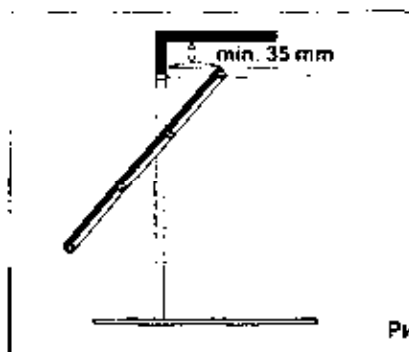
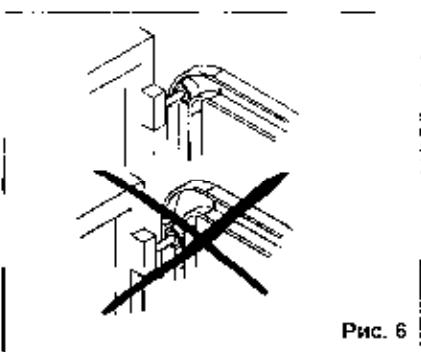

Рис. 4
Рис. 6
Конструкция двери должна быть пригодна для размещения привода. Проверьте, что створка соответствует размерам, указанным в технической документации. Проверьте, что в движущихся деталях двери отсутствует излишнее трение, при необходимости смажьте их или удалите лишнюю смазку. Не используйте жир для смазки. Демонтируйте механические запоры с двери. Проверьте правильность балансировки створки. Проверьте надежность заземления металлических частей двери. Убедитесь, что между потолком и самой верхней точкой скольжения двери расстояние не менее 35 мм см. рис. 4, 5. Верхний ролик должен располагаться так, как показано на рис. 6.
- Найдите самую верхнюю точку, через которую проходит створка, проведите через нее плоскость и спроецируйте ее на плоскость косяка двери. При этом должна быть получена горизонтальная линия на косяке двери рис.4, 5, 13.